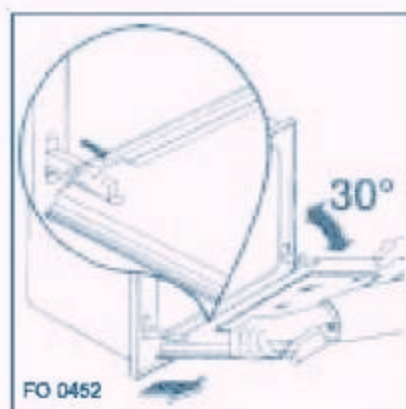

Рис. 6
- полностью откройте дверцу, приподнимите небольшие рычажки, расположенные на двух шарнирах, и поверните рычажки внутрь (рис. 6);